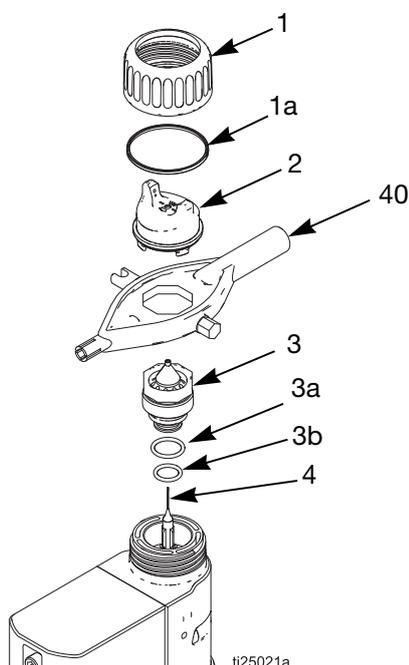

FIG. 30. Sostituzione del cappello dell'aria/ugello
2. Rimuovere l'anello di sicurezza (1) e il cappello dell'aria (2). Vedere: FIG. 30.